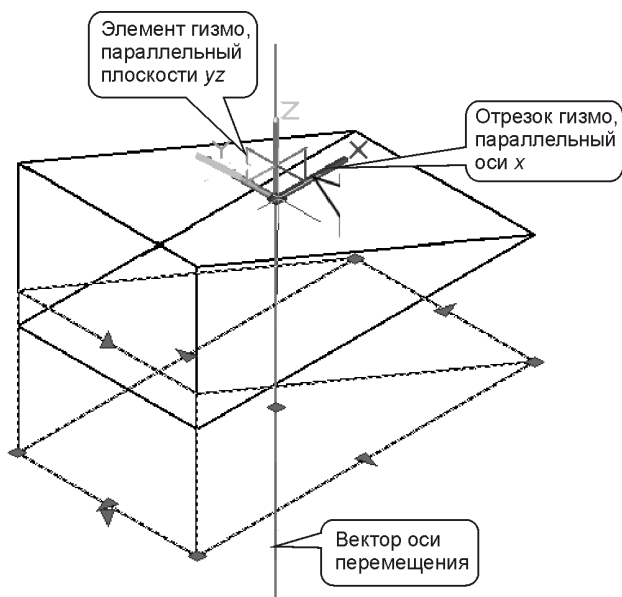

Рис. 6.5. Вектор оси, вдоль которой перемещается объект
5. После появления вектора выбираемой оси, пересекающего весь экран, или подкрашивания прямоугольника желтым цветом щелкните левой кнопкой мыши на подсвеченном элементе гизмо (рис. 6.5).